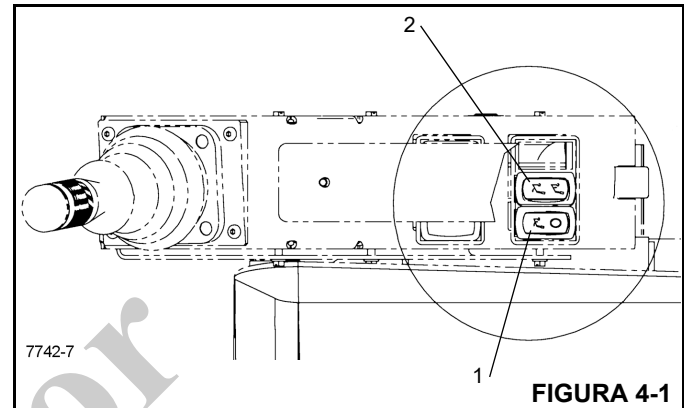

FIGURA 4-1
Los interruptores del plumín abatible se encuentran en el apoyabrazos derecho. Cada interruptor tiene dos posiciones. El interruptor de alimentación (1) (Figura 4-1) habilita el